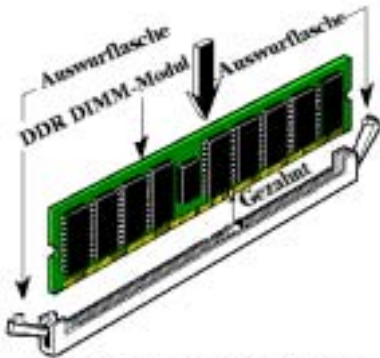

Abb. 2-5. Installation des DDR-Speichermoduls
Schritt 5. Setzen Sie das DDR DIMM-Modul wie im Bild gezeigt in den Erweiterungssteckplatz. Achten Sie darauf, wie das Modul im Steckplatz sitzt. Schauen Sie sich Abb. 2-5 für Details an. ***Dies stellt sicher, dass das DDR DIMM-Modul nur auf eine Weise in den Steckplatz eingesetzt werden kann.*** Drücken Sie das DDR DIMM-Modul fest in den DDR DIMM-Steckplatz, bis es komplett und fest darin sitzt.